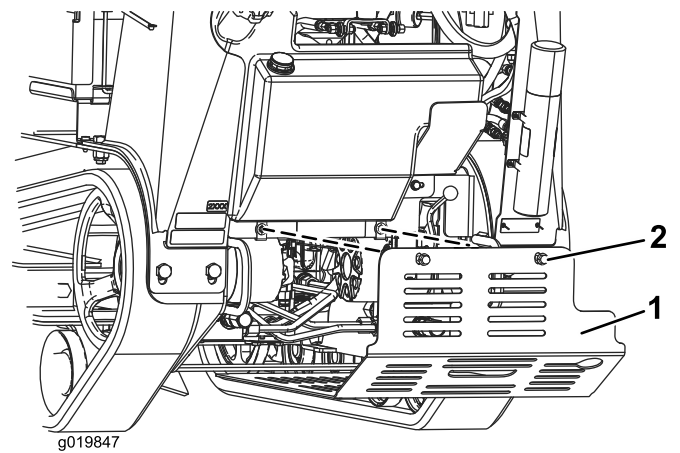

Figura 26
5. Para instalar el protector antes de utilizar la máquina, deslice el protector inferior en la máquina de modo que descansa sobre las 4 pestañas y sujételo con los 2 pernos que aflojó anteriormente (Figura 26).
3. Afloje secuencialmente los 2 pernos que sujetan el protector inferior hasta que el deflector quede libre (Figura 26).